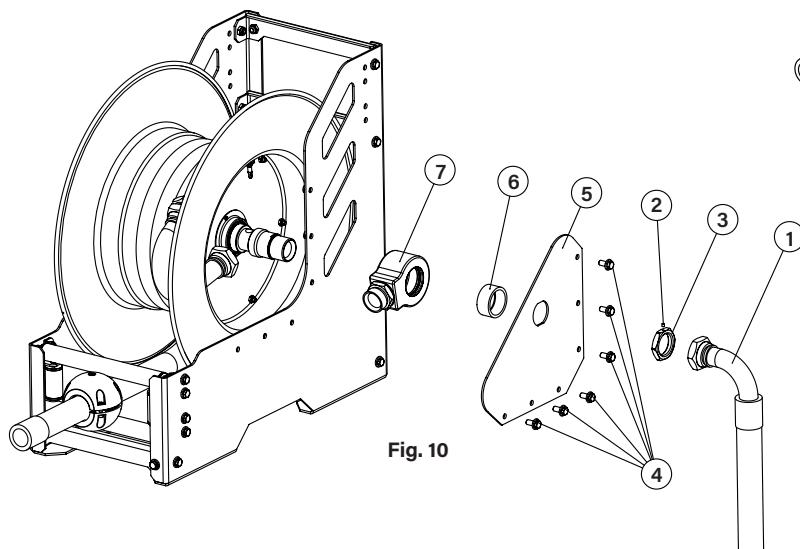
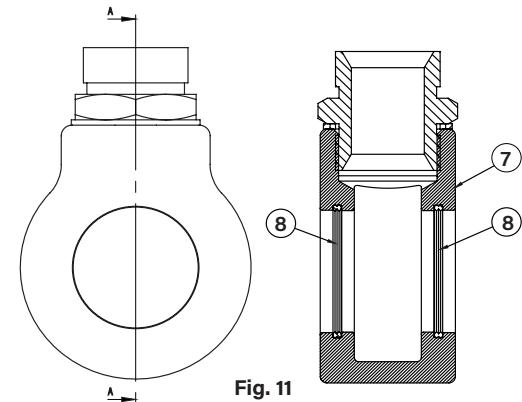

Fig. 10
Fig. 11
2. Loosen the set screw in the nut (2) and remove said nut (3) (Fig. 10).
3. Remove the screws (4) and the lateral cover (5) and the spacer tube (6) (Fig. 10).
5. Remove the swivel (7) (Fig. 10 & 11) and replace it with a new one, or replace the seals (8) (Fig. 11). Make sure the seals are placed correctly.
2. Afloje el prisionero de la tuerca (2) y desenrosque dicha tuerca (3) (Fig. 10).
3. Desenrosque los tornillos (4) y retire la chapa lateral (5) y el casquillo separador (6) (Fig. 10).
5. Retire el cuerpo de rótula (7) (Fig. 10 & 11) y sustitúyala por una nueva o bien sustituya las juntas (8) (Fig. 11) asegurándose de que estén en la posición correcta.